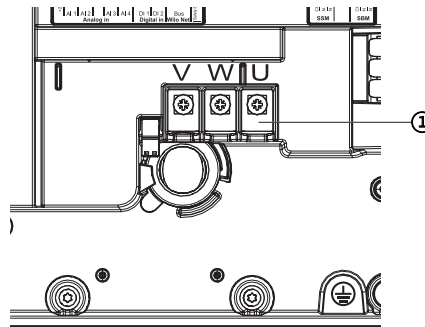

Fig. 114: Terminais de ligação do motor V, W, U
5. Soltar o cabo de ligação do motor (Fig. 114).